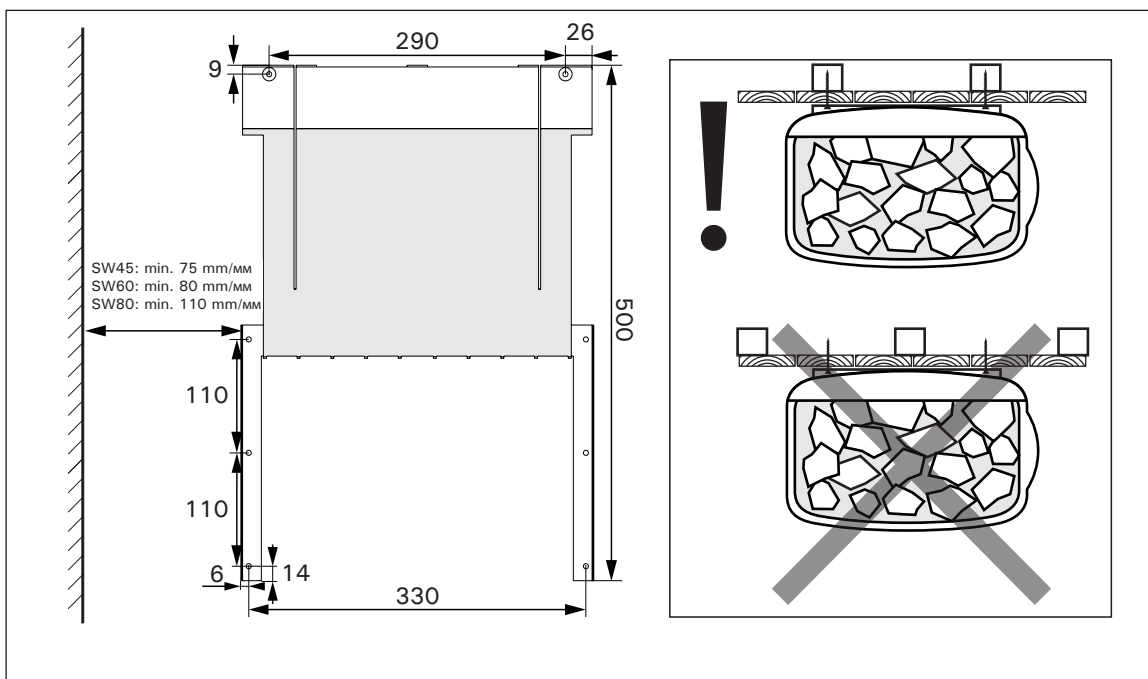
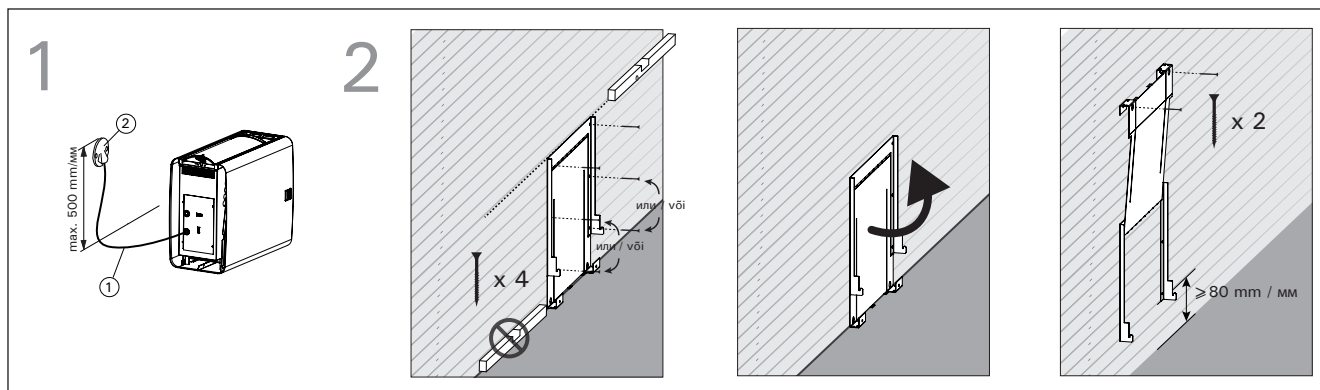

Рисунок 6. Настенный кронштейн, размеры в миллиметрах
Рисунок 7. Крепление настенного кронштейна
- Каменка подключается гибким кабелем к соединительной коробке на стене (рисунок 7:2). Корпус розетки должен быть водонепроницаемым. Расстояние от пола не должно превышать 500 мм.
- В качестве сетевого кабеля (рисунок 7:1) следует использовать резиновый кабель типа H07RN-F или другой соответствующий ему кабель. **ВНИМАНИЕ! Использование кабеля с изоляцией из ПВХ в качестве сетевого кабеля для каменки запрещено по причине недостаточной температурной стойкости.**
1. Подключите кабель питания к каменке (рисунок 7:1).
2. Закрепите настенный кронштейн к стене в горизонтальном положении при помощи подходящих крепежных материалов. Убедитесь, что каменка держится не только на обшивочной доске (рисунок 6). При установке учитывайте наклон пола (рисунок 7:2). Настенный кронштейн устанавливается автоматически на безопасную высоту не менее 80 миллиметров.